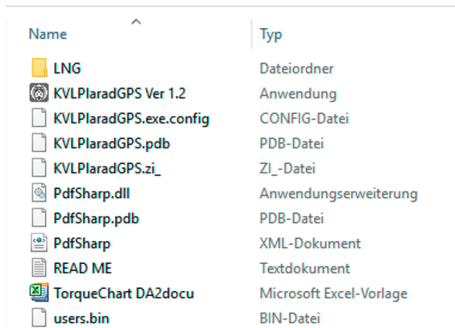

Fig. 25: file DTS
2. ➤ Copiare gli 11 elementi appartenenti al DTS (Fig. 25) in una cartella del file system del computer.